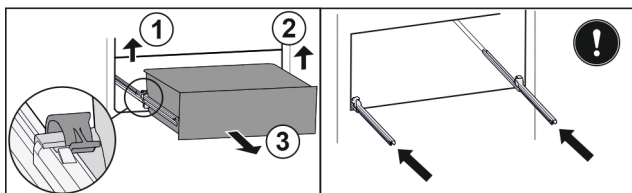

Fig. 88
- Soulever la bride gauche et tirer dans le même temps la partie gauche du tiroir vers l'avant. Fig. 88 (1)
- Soulever la bride droite et tirer dans le même temps la partie droite du tiroir vers l'avant. Fig. 88 (2)
- Retirer le tiroir par l'avant. Fig. 88 (3)